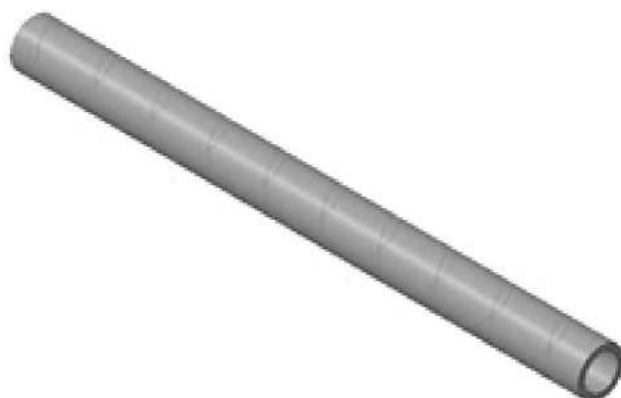

Рисунок 4.5. Винтовая цилиндрическая спираль на поверхности трубы
5. Во вкладке **Диаметр** включите переключатель способа задания диаметра в положение **По объекту** и щелкните мышью прямо по наружной поверхности трубы. Фантом цилиндрической спирали с заданными параметрами отображается в окне документа. Нажмите кнопку **Создать объект**, и на поверхности трубы система отрисует винтовую спираль (рисунок 4.5). В Дереве модели появится строка «Спираль цилиндрическая:1».